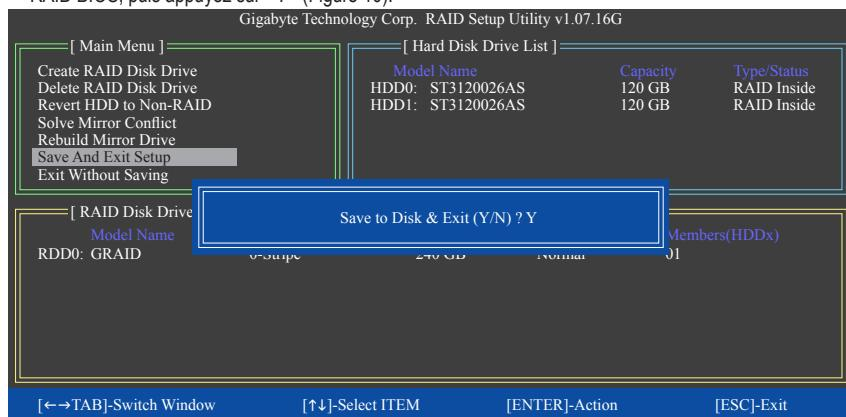

Figure 10
7. Sauvegarder et quitter la configuration : Une fois que la matrice RAID a été configurée, sélectionnez **Save And Exit Setup** dans l'écran principal pour sauvegarder vos réglages avant de quitter l'utilitaire RAID BIOS, puis appuyez sur <Y> (Figure 10).